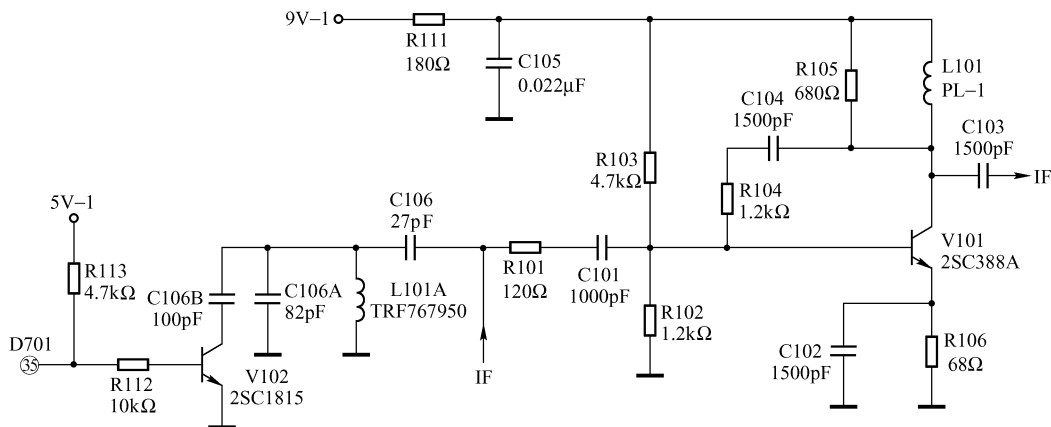

图 6-16 长虹 H2535K 机型中预中频放大电路原理图
在 LA76832 机芯彩色电视机中，中频放大电路主要包含在 LA76832 的⑤、⑥脚内部。LA76832 的⑤、⑥脚用于输入 IF 中频信号，并外接 Z101 声表面波滤波器。为了满足中频放大器的幅频特性要求，在 Z101 前级又设置一级中频放大器，如图 6-16 所示，以补偿 Z101 的插入损耗。为了使大屏幕彩色电视机适应 PAL/NTSC 制式的需要，在 IF 信号输入端还设置了由 V102 等组成的中频制式控制电路。